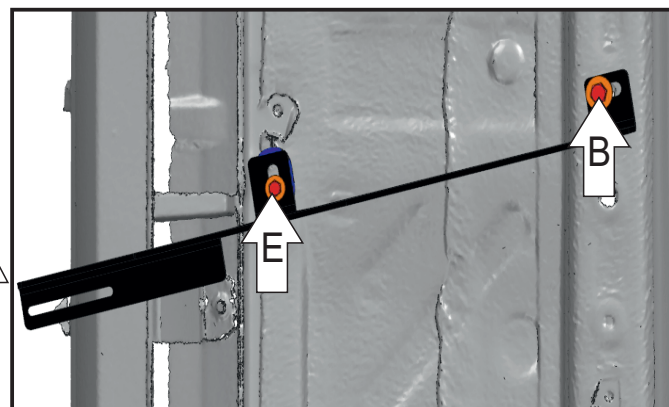
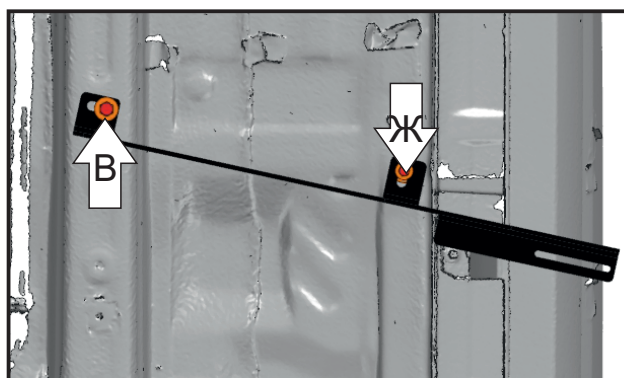

Рис. 4
Рис. 5
6. При помощи болта M8x30 и шайбы 8 закрепить заднюю часть среднего кронштейна на установленную гайку закладную M8 с проволокой (В)(Рис.4,5).Со стороны пассажира переднюю часть среднего кронштейна закрепить болтом M6x30, шайбой 6 и проставкой через штатную резьбу (Е) (Рис.4).Со стороны водителя переднюю часть среднего кронштейна закрепить болтом M6x30, шайбой 6 и шайбой 8 через штатную резьбу (Ж) (Рис.5).